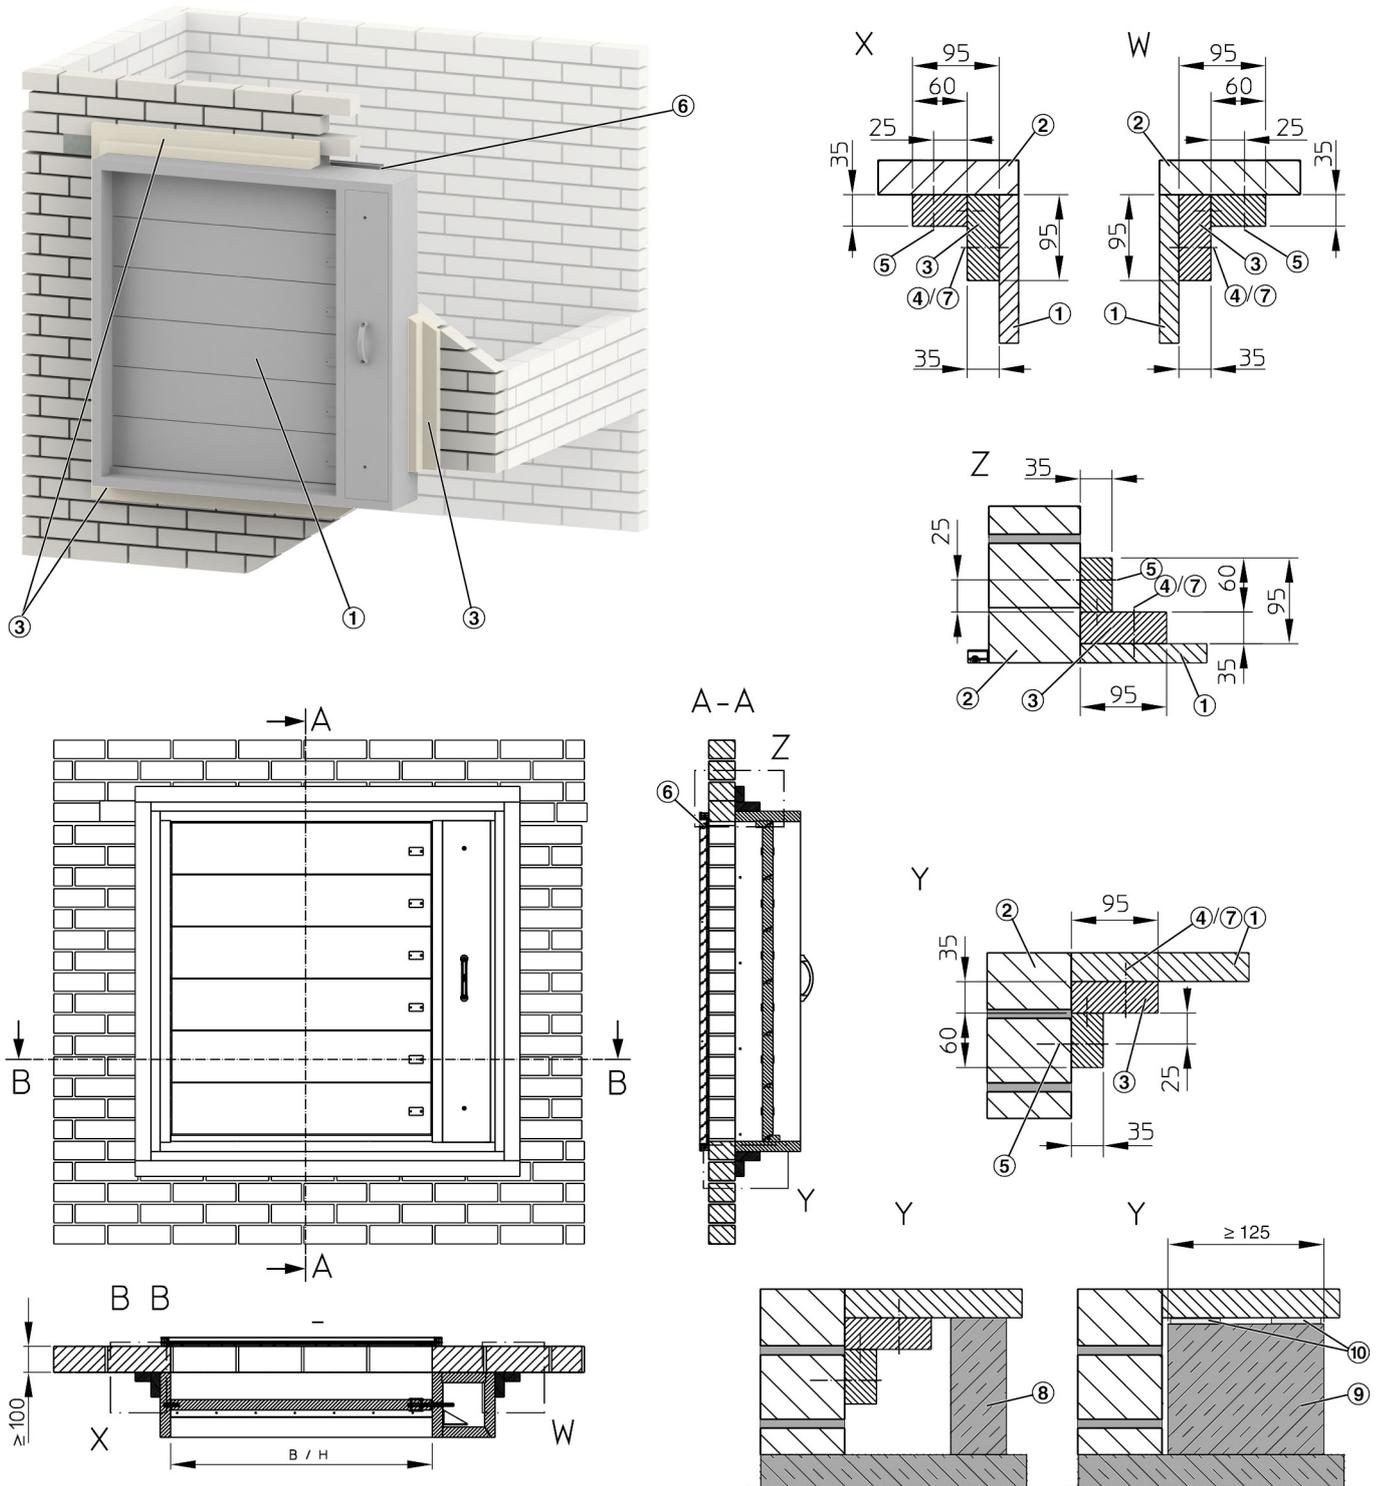

Abb. 21: Trockeneinbau an massiver Außenwand oder massiver Schachtwand
- ▶ Riegel (Abb. 21/3) herstellen und an der unteren Seite der Entrauchungsklappe vormontieren.